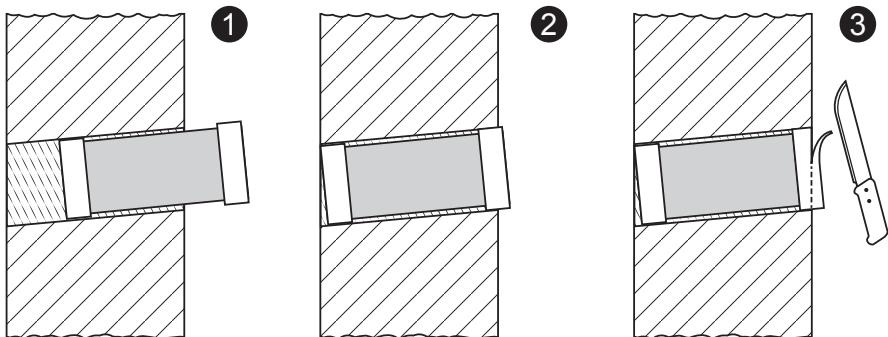

Рис. 7. Установка тепло-шумоизоляционной трубы с вентиляционной решеткой в канал воздуховода.
- 4.6.14. Подготовленную тепло-шумоизоляционную трубу с решеткой вставить в канал воздуховода аккуратными вращательными движениями, не допуская повреждения геометрии трубы (рис. 7, изобр. 1 и 2). При этом вентиляционная решетка должна оказаться в один уровень с внешней стеной дома. Выступающий из канала воздуховода внутрь помещения конец трубы отрезать в один уровень со стеной (рис. 7, изобр. 3).